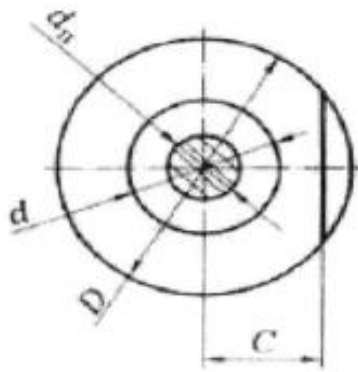

Рисунок 2 - Деталь на оправке
2. Построить схему базирования и определить погрешность базирования для размера C , выдерживаемого при фрезеровании лыски в партии заготовок, устанавливаемых на палец по посадке $H7/g7$, при $C = 45$ мм, $D = \varnothing 100 h7$, $d = \varnothing 30H7$, $d = \varnothing 30g7$ (см. рис. 2).